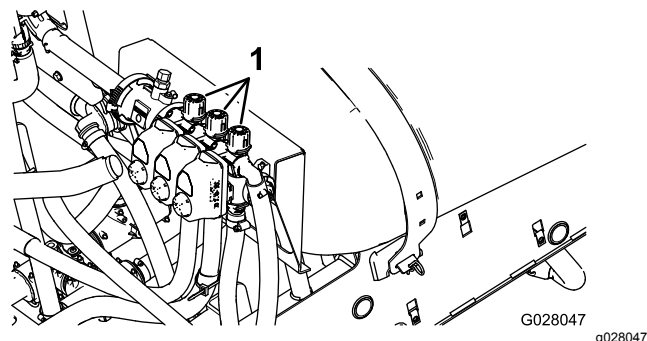

Figura 22
4. Ajuste o manípulo de derivação da secção direita (Figura 22) até que a leitura da pressão se encontre no nível previamente ajustado (habitualmente 2,75 bar).
6. Ajuste o manípulo de derivação da secção central (Figura 22) até que a leitura da pressão se encontre no nível previamente ajustado (habitualmente 2,75 bar).
2. Desligue a secção esquerda e ajuste o manípulo de derivação da secção (Figura 22) até que a leitura da pressão se encontre no nível previamente ajustado (habitualmente 2,75 bar).